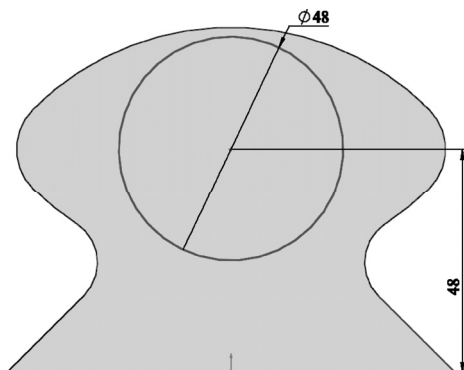

图 13-116 绘制草图 2
**06** 单击“草图”控制面板中的“圆”按钮，绘制草图，如图 13-116 所示。